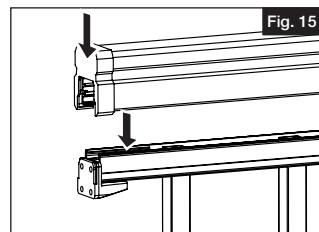

Fig. 15
- Installer les embouts des supports de main courante sur chaque extrémité du couvre-joint de main courante qui a été coupé précédemment. Mettre la main courante sur le haut du panneau. Bien appuyer sur le couvre-joint afin de s'assurer qu'il est fermement installé sur la section de rampe et que les embouts de support de la main courante sont tenus en place par le support intermédiaire (Fig. 15).